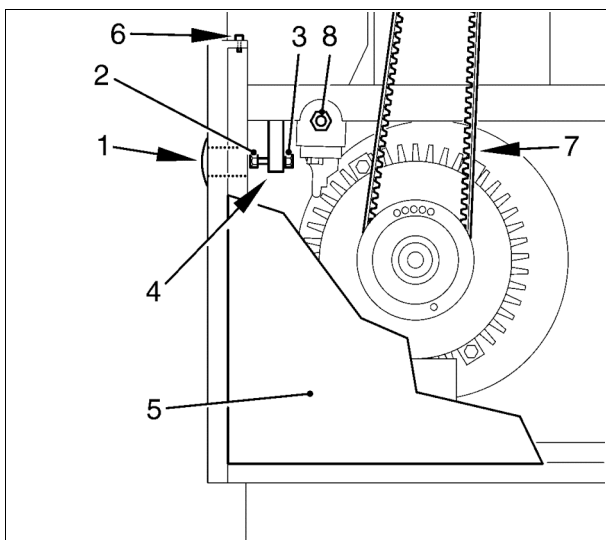

Bild 23
Die benötigte Keilriemenvorspannung wird durch das Gewicht des Motors vorgegeben, welcher drehend gelagert ist (- 8 - Bild 23).
- Paneel (- 5 - Bild 23) durch Entfernen der Befestigungsschrauben (- 6 - Bild 23) entnehmen
- Abdeckkappe (- 1 - Bild 23) an der Verkleidung entfernen
- Anheben des Motors durch Drehen der Bewegungsschraube (- 2 - Bild 23) im Uhrzeigersinn, bis Keilriemen entlastet sind
- Keilriemensatz (- 7 - Bild 23) tauschen
- Zurückdrehen der Bewegungsschraube, bis die Sicherungsmutter (- 3 - Bild 23) an den Halter (- 4 - Bild 23) anschlägt; zur Drehsicherung Bewegungsschraube fest anziehen (entgegen Uhrzeigersinn)